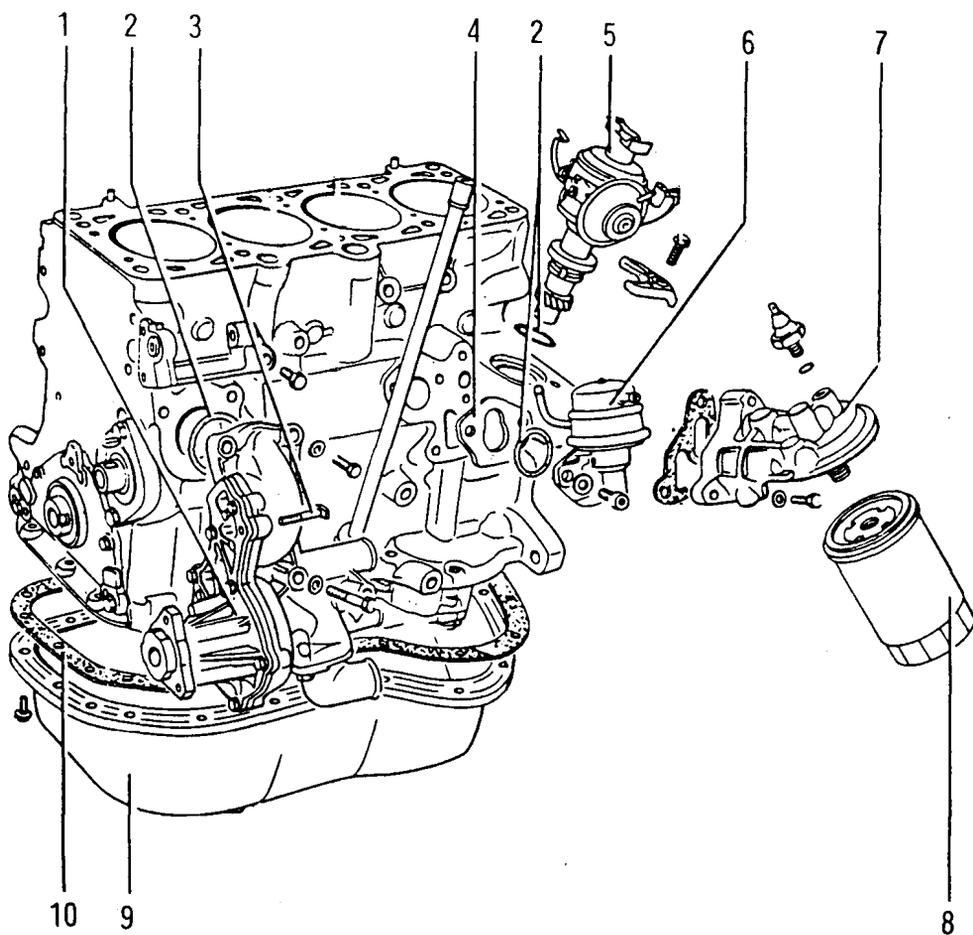
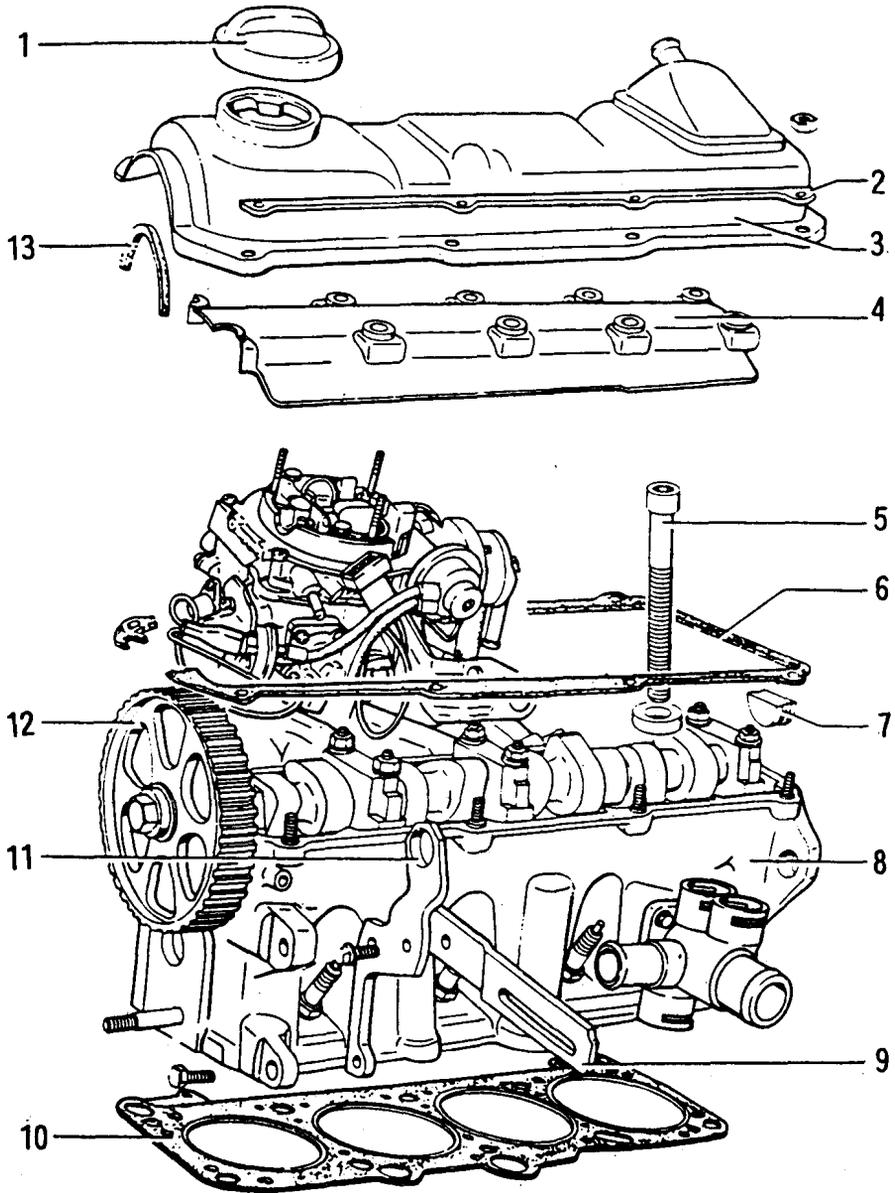

图 1-8 发动机机体及附件
图 1-12 气缸盖分解图
(1) 卸下水泵上尚未拆下的连接管。
(2) 拆下冷却水泵 1 (图 1-8)。
(3) 拆下发电机和起动机。
(4) 拆下分电器 5。
(5) 拆下燃油泵 6。
(6) 拆下机油滤清器 8。
(7) 拆下化油器总成。
(8) 拆下进、排气歧管。
(9) 拆下油底壳 9。
(10) 拆下机油泵和机油集滤器。
(11) 拆下气缸盖罩，更换气缸盖罩密封垫。
(12) 拆卸气缸盖及气缸体。
拆卸后的发动机机体及附件可见图 1-8 和图 1-12。
气缸盖分解图如图 1-12 所示。